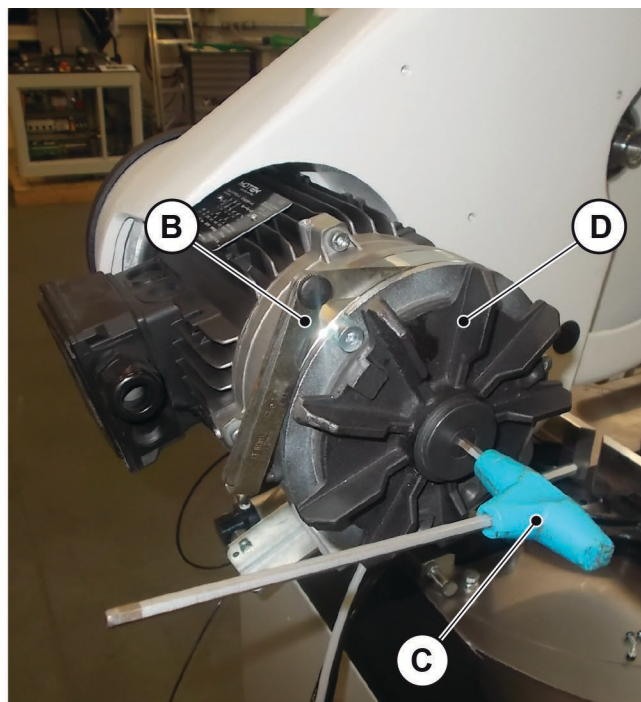

Fig. 09-05
- 2 Contrôlez au calibre d'épaisseur "**B**" (**Fig. 09-05**) que la valeur de l'entrefer est comprise entre 0,2 et 0,5 mm. Si la valeur de l'entrefer dépasse la limite maximum de 0,5 mm, introduisez la clé hexagonale "**C**" (**Fig. 09-05**) et la tournez dans le sens des aiguilles d'une montre jusqu'à ce que la valeur obtenue soit comprise dans les limites consenties.
- Tous les ans ou tous les 40 000 cycles environ de branchement/débranchement de la lame : vérifiez l'épaisseur du disque en ferodo "**D**" (**Fig. 09-05**) : si l'usure du matériau de frottement est supérieure à 1,5 mm par rapport à son épaisseur d'origine qui est d'environ 3 mm, remplacer le frein moteur. Dans ce cas, le moteur auto-freinant entier doit être remplacé.